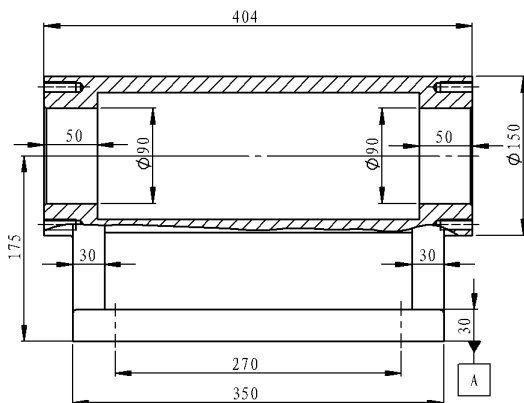

图 6.15.43 标注基准特征
Step4. 单击“基准特征”对话框中的“完成”按钮 ☒，完成基准特征的标注并调整位置，结果如图 6.15.43 所示。